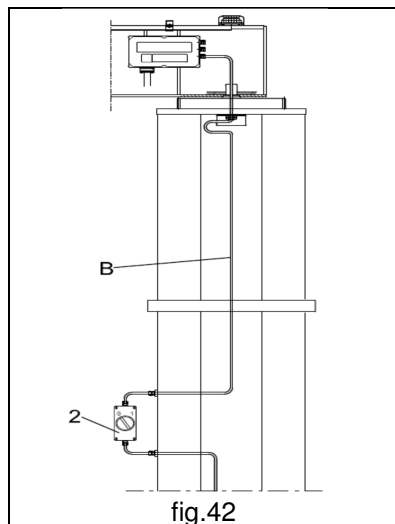

fig.42
1. Raccorder directement le câble **B** de ligne au bornier du tableau électrique de commande de la rotation en le faisant passer par le trou du pivot de rotation solidaire avec la flèche. (fig.42)